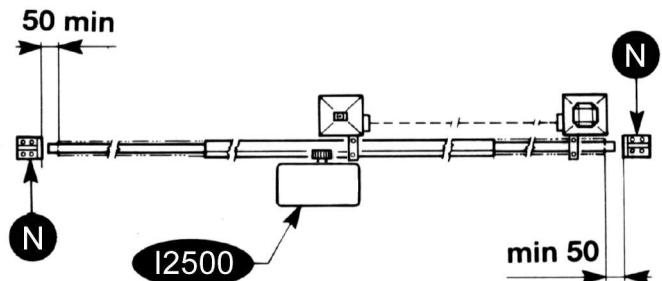
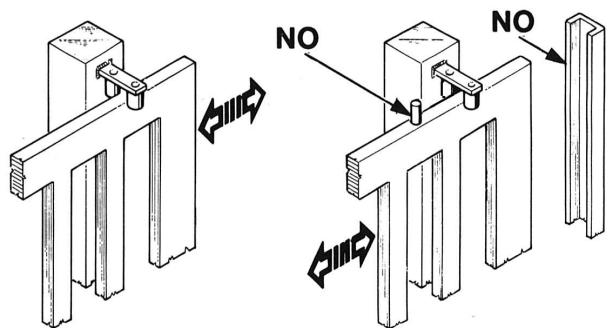

FIG. 2
FIG. 3
Outre les fins de course présents sur l'opérateur, il est nécessaire d'installer des butées mécaniques fixes à l'extrémité de chaque course de sorte à arrêter le portail en cas de dysfonctionnement des fins de course électriques. Pour cela, les butées mécaniques doivent être dimensionnées de sorte à supporter la poussée statique du moteur ajoutée à l'énergie cinétique du portail (N) (Fig.2). Les poteaux du portail doivent avoir des glissières anti-dérapage sur la partie supérieure (Fig. 3), afin d'éviter tout décrochage accidentel.
**N.B.:** Éliminer les arrêts mécaniques du type indiqué, décrit dans la figure 3.